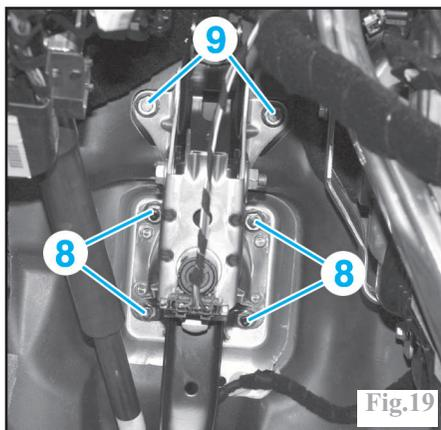

Fig.19
- les écrous de fixation (8) du servofrein (Fig.19).
- les écrous de fixation supérieure (9) du palier de fixation de la pédale.